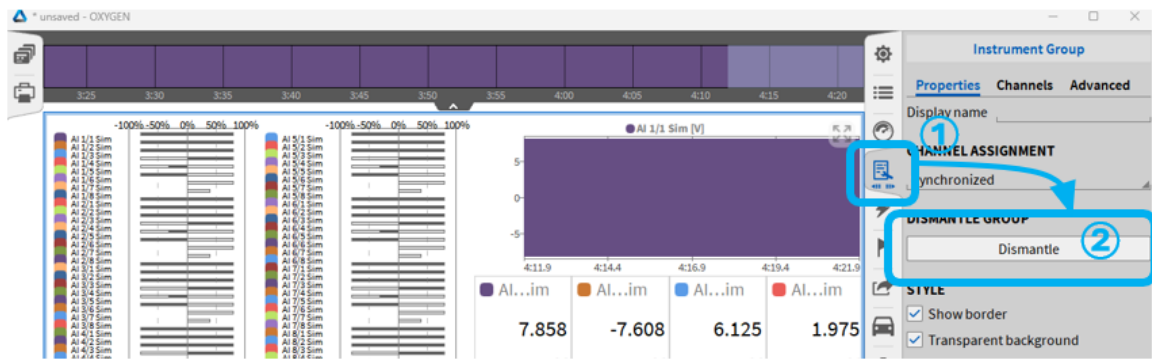

Abb. 8.6: Auflösen von Instrumentengruppen
Wenn eine bereits erstellte Instrumentengruppe ausgewählt ist und die Schaltfläche „Instrumenteneigenschaften“ ausgewählt wird (① in Abb. 8.6), kann die ausgewählte Gruppe durch Klicken auf die Schaltfläche „Auflösen“ (② in Abb. 8.6) aufgelöst werden.